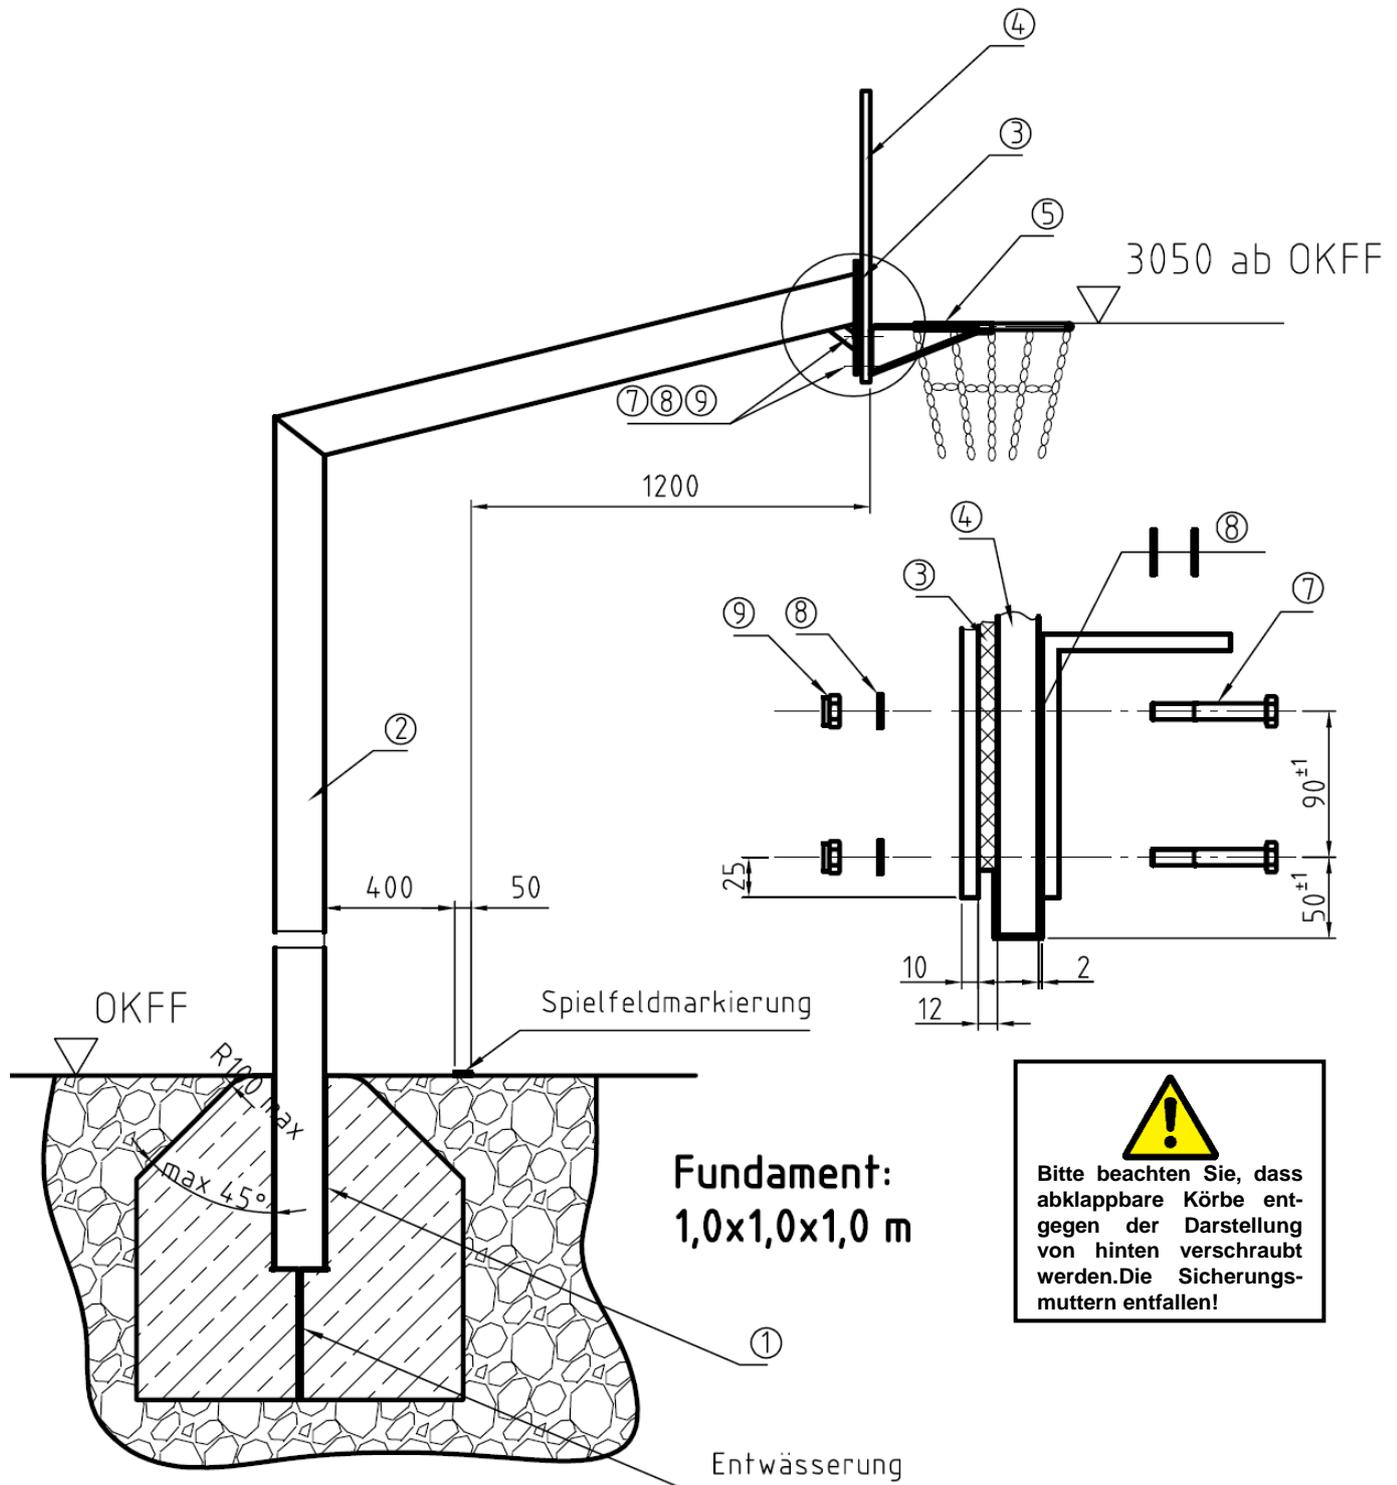

Abbildung 1 Fair Play-Anlage ohne Höhenverstellung
1. **Die Bodenbuchse** (1) in Betonfundament (wie dargestellt oben abgerundet; 1 m x 1 m x 1 m) **oben bündig abschließend einsetzen** (siehe Abbildung 1 oder 2). Die Bodenbuchse ist rechtwinklig zur Spielfeldlinie zu platzieren. Die Bodenbuchse muss 4-5 mm nach hinten geneigt sein, um die kopflastige Neigung der Anlage auszugleichen. Um die Lebensdauer Ihrer Anlage zu verlängern, sollte der Ablauf des Regenwassers gewährleistet sein. Dies kann über einen Ablaufkanal unterhalb der Bodenbuchse realisiert werden oder über ein ins Fundament eingesetztes Leerrohr. (Montagezeichnung siehe Abb. 4)
3. Nach der Aushärtung kann dann die BB-Säule (2) in die Buchse eingesetzt werden.
4. Das Basketballbrett (4a; 4b) und Korb (5a; 5b) entsprechend der Abbildung 1 mit Maschinenschrauben M 10x70, Mutter und Scheibe (7; 8; 9) anschrauben (Variante a: von vorn-; Variante b: von hinten verschrauben). Dabei ist die Dämpfungszwischenlage (3) als Dämmung zwischen der Schraubplatte (fest an der Säule) und dem Basketballbrett vorgesehen. Die mitgelieferten Unterlegscheiben ebenfalls wie in Abbildung 1 angegeben zwischen Korb und Brett einfügen.
Zur Montage siehe Abbildung 1.